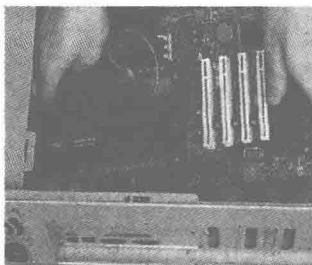
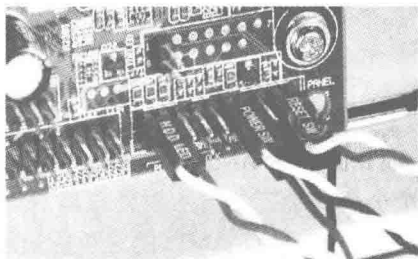

图 1.21 将主板装入机箱中
图 1.22 信号线连接
(4) 将主板装入机箱。根据机箱的具体情况、螺孔的位置，把主板放入机箱中，如图 1.21 所示。主板的螺孔与机箱的螺孔相对应，用螺钉将主板固定到机箱的托架上。找到机箱上的信号线和主板上信号线的接头，根据主板和线头上的标注参考主板说明书，将信号线连接到相应的位置，如图 1.22 所示。